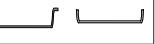

Abb. 2
Ihr neuer Herd wird mit 2 verchromten Einsatzhalterungen geliefert, die mit den Auszügen in den Backofen gepackt sind. Beachten Sie, dass die oberen Stäbe länger als die unteren sind, und dass die Haken an der Backofenrückwand sind. Siehe Abb. 1. Das obere Ende der Einsatzhalterung wird in Schlitz in der Seitenwand des Backofens eingesetzt, siehe Abb. 2. Nachdem sie oben eingerastet ist, drücken Sie die unteren Stäbe in die unteren Schlitz in den Seitenwänden des Backofens. Lassen Sie die Einsatzhalterungen nun leicht absinken und einrasten. Siehe Abb. 3.
2. Entfernen Sie die schützende Plastikfolie von den Auszügen (Abb. 2).
2. Für die anderen Zubehörteile wie Fettpfanne und Backblech erfolgt das Einschieben auf dieselbe Weise wie für den Rost (Abb. 2).